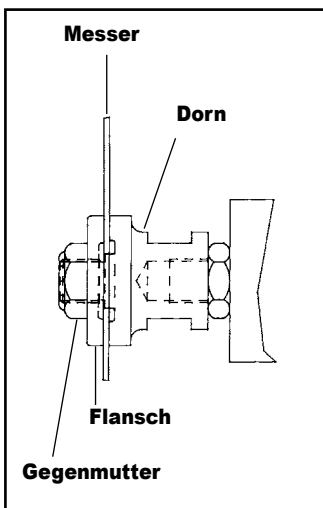

ABB. 2
- a. Standarddorn – Messer in den Dornansatz (Durchmesser = $\frac{5}{8}$ " (15,9 mm), siehe Abb. 2) einsetzen. Bauen Sie den Flansch mit der entlasteten Seite zum Messer hin ein. Schrauben Sie anschließend die Gegenmutter auf. Ziehen Sie, während Sie einen Schraubenschlüssel (im Lieferumfang) an den flachen Seiten des Dorns ($\frac{7}{16}$) angesetzt haben, die Gegenmutter des Dorns fest. Das Messer muss vollständig auf dem Dornansatz sitzen und bündig zur Dornoberfläche liegen.
Detailansicht des Flanschs aus Abb. 2 und 3 auf der rechten Seite